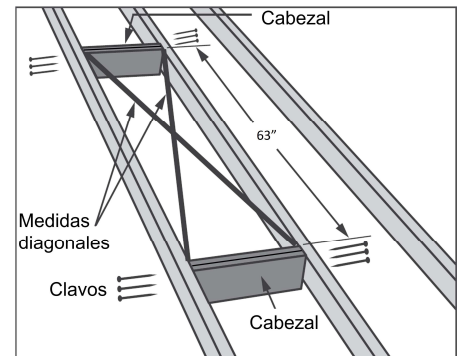

FIGURA 35
Haga una abertura en el techo aproximadamente del tamaño requerido en la **Tabla 3**, asegúrese que las dimensiones de las diagonales del marco sean iguales a como se muestran en la **Figura 35**.
Ver **Figura 35**.
- Localice los cabezales en la parte delantera y trasera de la abertura a como se muestra en la **Figura 35**.